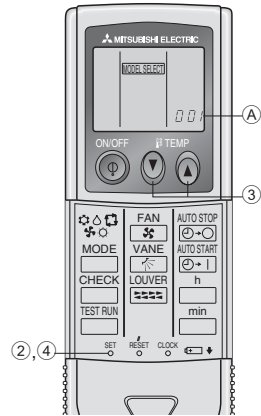

Рис. 6-6
3) Настройка (Рис. 6-6)
- Нажмите кнопку temp (A), чтобы настроить No. модели.